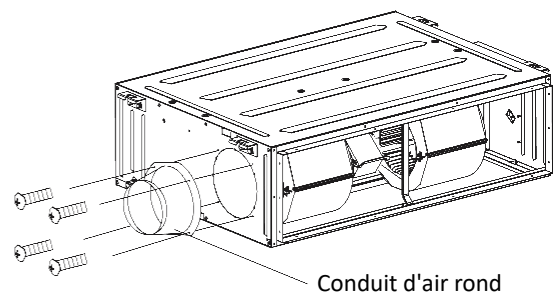

Fig. 4.4.7
② Installez la bride ronde de sorte que le conduit d'air frais puisse être raccordé comme sur la Fig.4.4.7.
③ L'étanchéité et l'isolation thermique doivent être effectuées à la fois pour le tuyau d'air et le tuyau à bride ronde.
④ L'air frais doit être traité via le filtre à air.